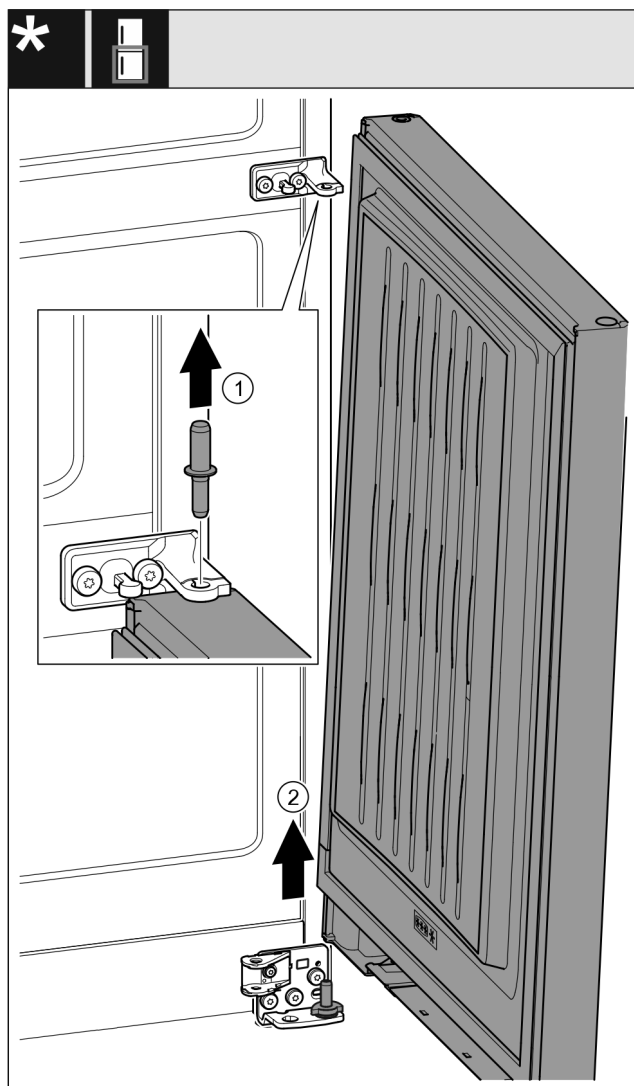

Fig. 27 带减震器*
- 向上拉出螺栓 Fig. 27 (1)。*
- 冰箱门 Fig. 27 (2)向外旋转，向上拉出后放在旁边。*